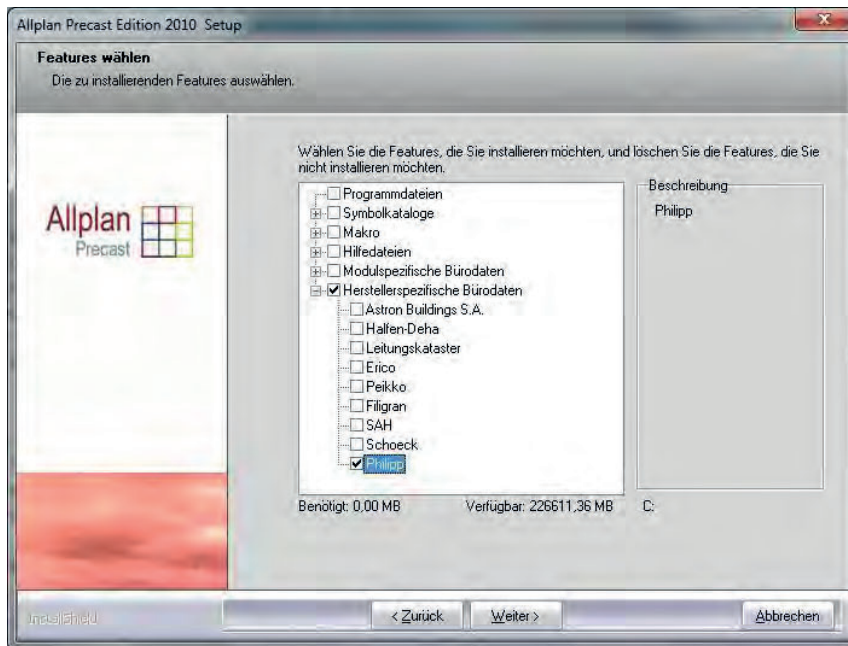

Abb. 4: Features
9. Deaktivieren Sie alle Features bis auf Philipp unter den **Herstellerspezifische Bürodaten** (s. Abb. 4), klicken Sie auf **Weiter**.